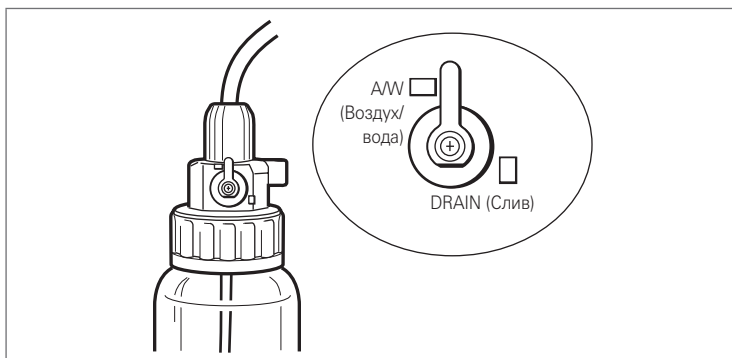

Рис. 3.8
2. Установите рычажок A/W и DRAIN в положение [A/W] (подача воздуха/воды) (рис. 3.8).